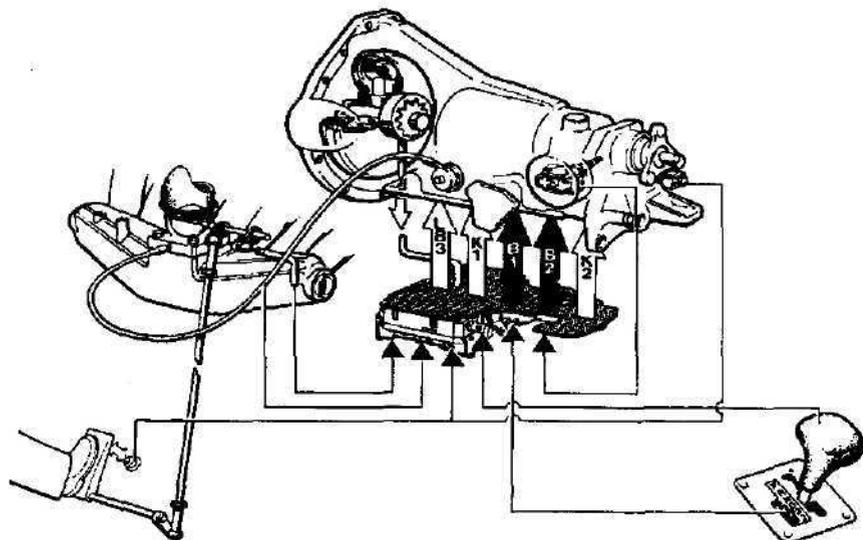

Рис. 5.
Клапанная коробка - сердце гидравлической системы управления. Это - сложная система каналов, клапанов, пружин и жиклеров. В соответствии с внешними условиями движения и желанием водителя, клапанная коробка управляет гидроприводами включения элементов управления планетарной коробкой передач (рис. 5).
Давление модулятора участвует, как это было показано выше, в формировании рабочего давления при частично или полностью открытой дроссельной заслонке и, кроме того, определяет величину давления подпора. Оно редуцируется из рабочего давления двумя различными клапанами (рис. 5 цв.):
Давление модулятора (M1) участвует в формировании давления (M2), величина которого, помимо давления (M1), определяется еще и давлением скоростного регулятора (R) (рис. 5 цв.).